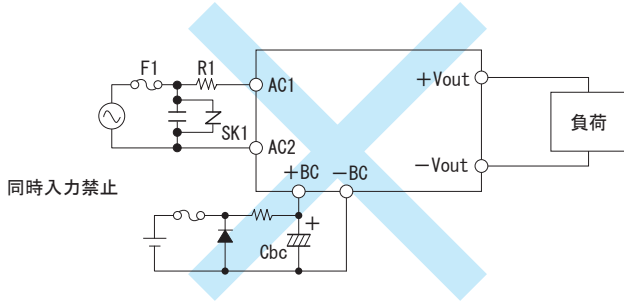

図4.4 AC+DC入力接続禁止例
- 図4.4のように、AC入力とDC入力を同時に接続することは、電源または装置が破損する恐れがあります。絶対にお避けください。